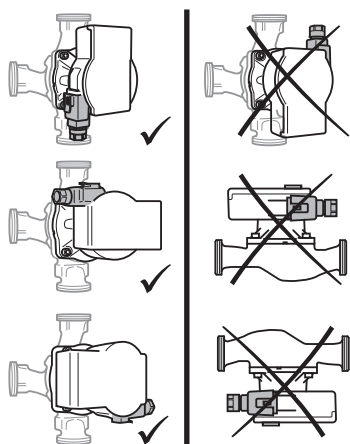

Fig. 2: Položaji ugradnje
- Mesto ugradnje izabrati u skladu sa dozvoljenim položajem ugradnje (Fig. 2).
- Uvažiti dozvoljeni ugradni položaj (Fig. 2) pumpe, po potrebi okrenuti glavu motora (2+6).
- Kako bi se olakšala zamena pumpe, ugraditi zaporne ventile ispred i iza pumpe. **OPREZ! Voda od propuštanja može da ošteti regulacioni modul. Gornji zaporni ventil poravnati bočno, tako da voda od propuštanja ne može kapati na regulacioni modul (6).**
- Obratiti pažnju na dozvoljeni položaj ugradnje (Fig. 2) i strelicu za smer strujanja na kućištu pumpe (1).
- Čvrsto pritegnuti 4 zavrtnja kućišta (5).